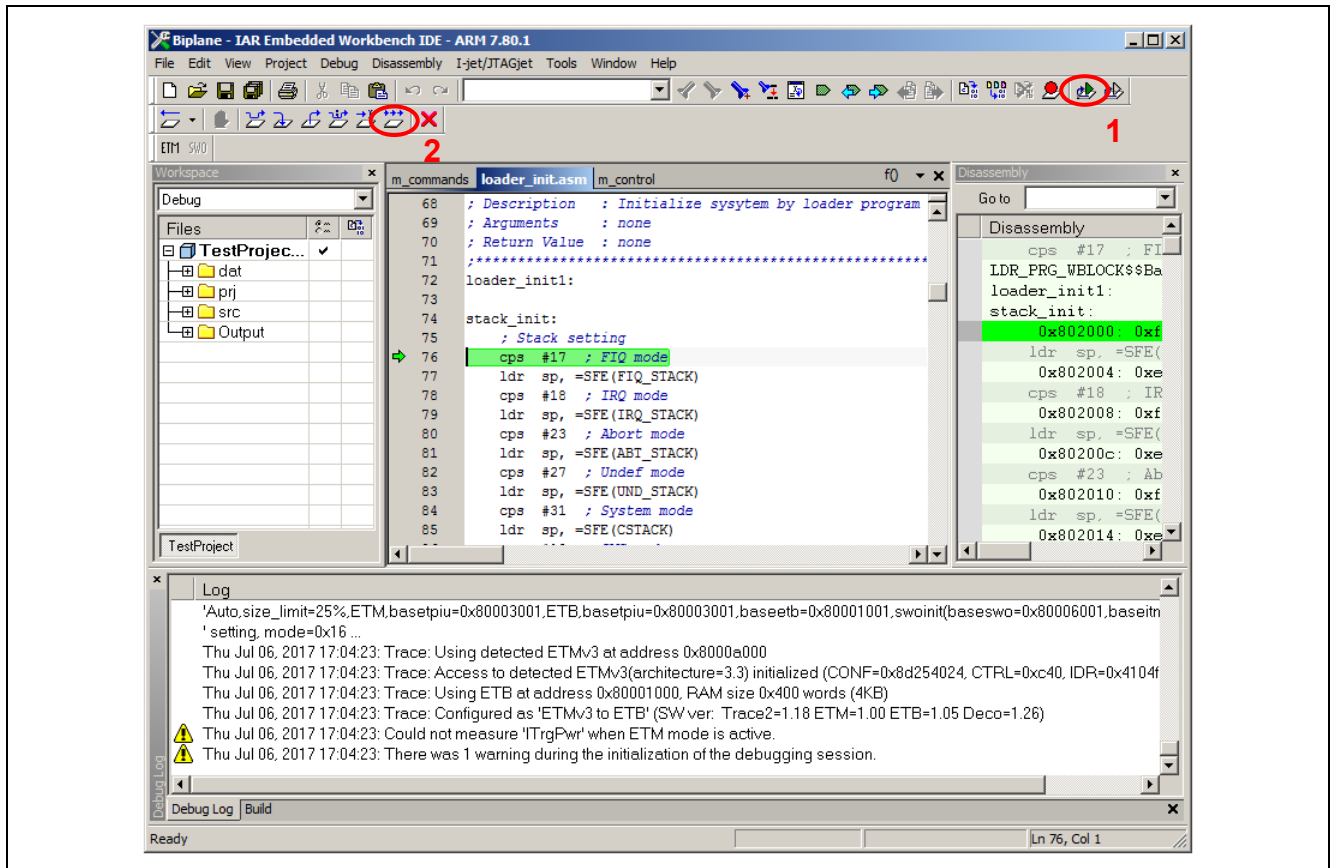

図 3.23 Cortex-R4 プログラム実行開始
3.5.1 章の 2 つのコアのサンプルプロジェクトのビルドが完了したら、Cortex-M3 コア側の EWARM を閉じてください。Cortex-R4 コア側の EWARM 上で、図 3.23 に示すように、「Download and Debug」ボタンをクリックし（図 3.23 の 1）、続けて「Go」ボタンをクリックしてください（図 3.23 の 2）。